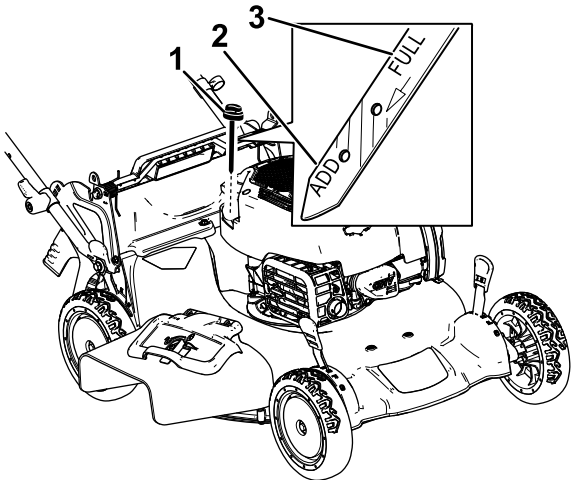

Figura 27
- Retire la varilla girando el tapón en el sentido contrario a las agujas del reloj y tirando del mismo (Figura 27).
10. Observe en la varilla el nivel de aceite (Figura 27).